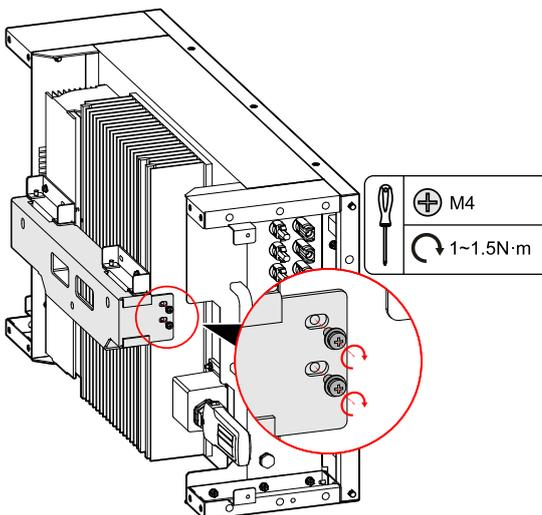

Figura 3-24 Fissare l'inverter
3. Fissare l'inverter, come illustrato in Figura 3-24.